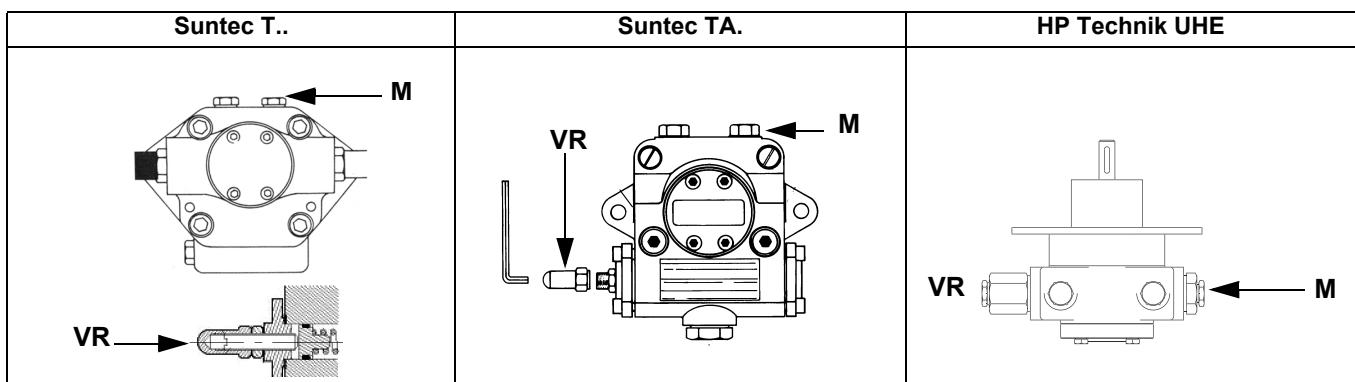

Fig. 5
- purgar el aire de la conexión (**M**) manómetro de la bomba (Fig. 5), aflojando levemente el tapón, sin quitarlo; luego soltar el contactor;
- La presión de alimentación de la boquilla ya es previamente calibrada en fábrica y no debe ser modificada. Sólo si fuera necesario, regular la presión de alimentación (véase apartado correspondiente) de la siguiente manera: colocar un manómetro en la posición indicada en Fig. 6 intervenir en el tornillo de regulación **VR** de la bomba (véase Fig. 5) hasta obtener una presión en la boquilla igual a 20 bar (boquillas Monarch o boquillas Bergonzo – véanse gráficos en pag. 43-34)
- 2 Desenroscar los tornillos 1, 2, 3, 4 con la llave de macho hexagonal núm. 3, y retirar la tapa del filtro 5 (Fig. 5).
3. Atornillar el DV con 2 tornillos M5, máx. 5 Nm/44 in.lb, fig. 5/6.